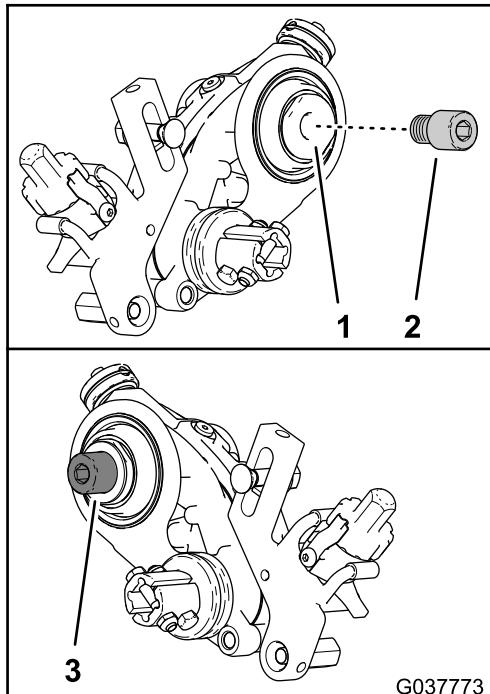

图6
- 在驱动轴的内侧涂抹蓝色防松螺纹油 图6。
- 将相应的滚刀适配器装入驱动轴 图6。使用下表确定使用哪个适配器。